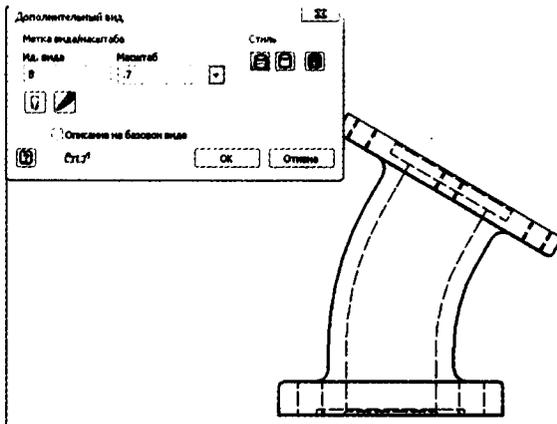

Рис. 2.8. Выбор ребра для определения проекции
4. После того как откроется диалоговое окно дополнительного вида, щелкните по верхнему наклонному ребру на базовом виде, как показано на рис. 2.8.